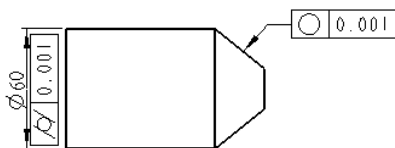

图 5.6.14 标注“圆柱度”
Step6. 单击对话框中的 **确定** 按钮，完成“圆柱度”的标注，结果如图 5.6.14 所示。
注意：图 5.6.14 所示的“圆柱度”公差放置的位置为竖向放置，在一般应用中通常为横向放置，特此说明。